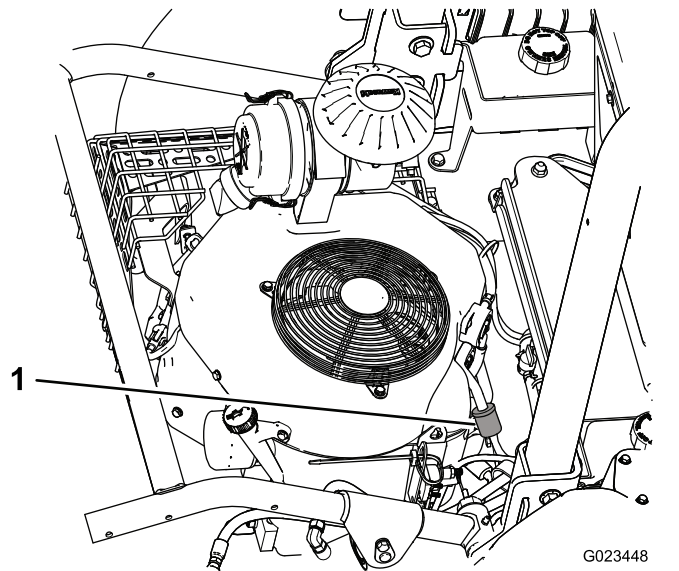

図 47
2. フィルタのキャブレタ側にあるホースクランプをゆるめ、燃料ラインからフィルタを外す 図 47と図 48。